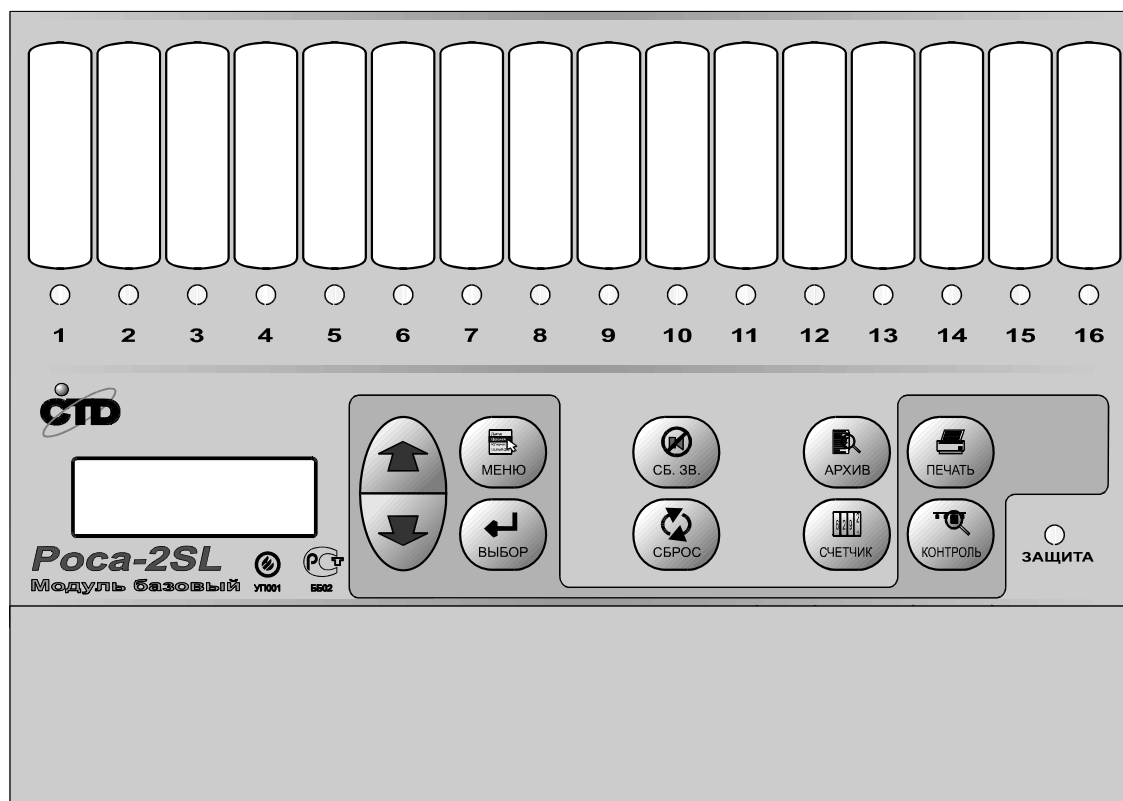

Рисунок 2-1. Внешний вид модуля базового (пожарный вариант).
2.1.4. На лицевой панели МБ расположены (Рисунок 2-1):